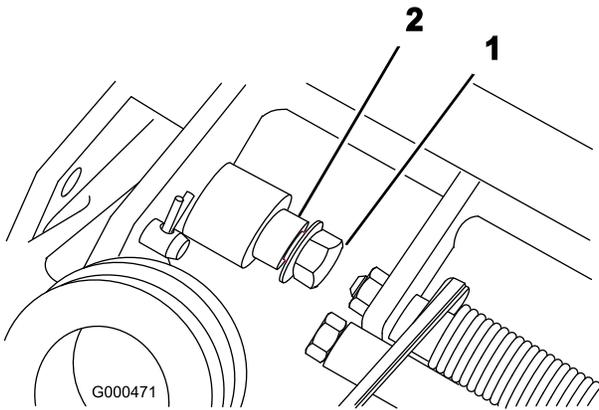

图7
1. 从剪草机各侧的螺栓和枢轴销上卸下凸缘锁紧螺母 (图7)。